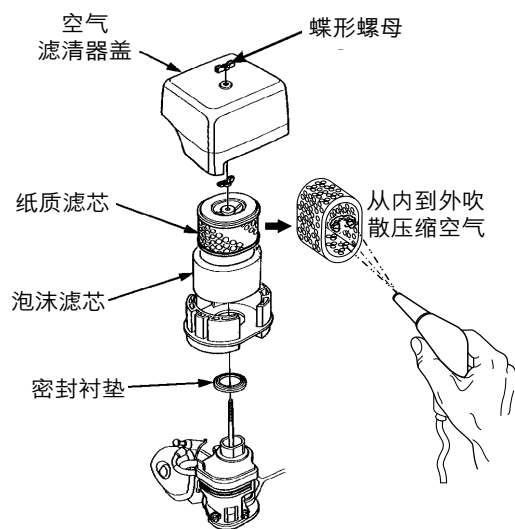

图41. 发动机空气滤清器
1. 该发动机配备有一个可置换的高密度纸质空气滤清器滤芯。空气滤清器组件见图41。